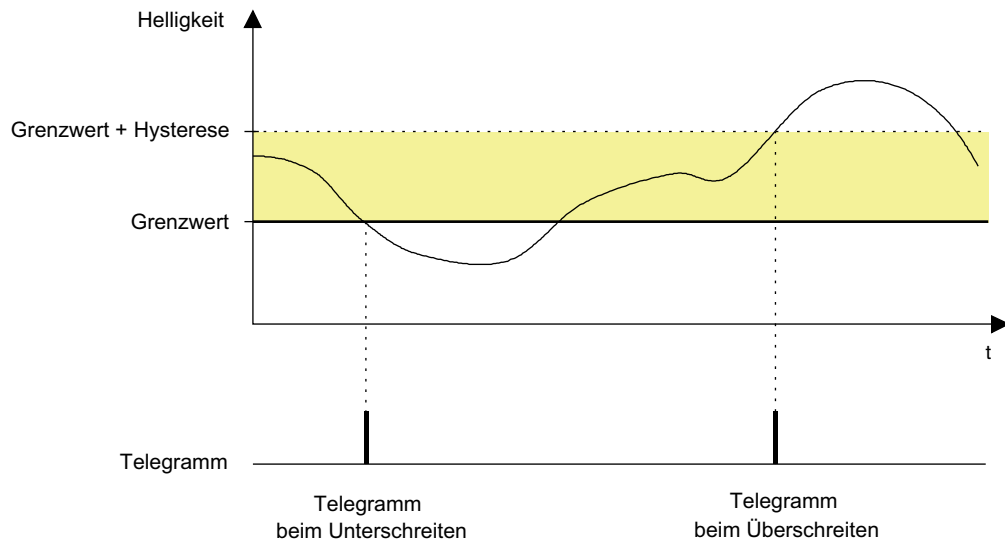

Bild 54: Beispiel 2 zur Grenzwertdefinition
2. Helligkeitsgrenzwert = Untere Schwelle (Bild 54)